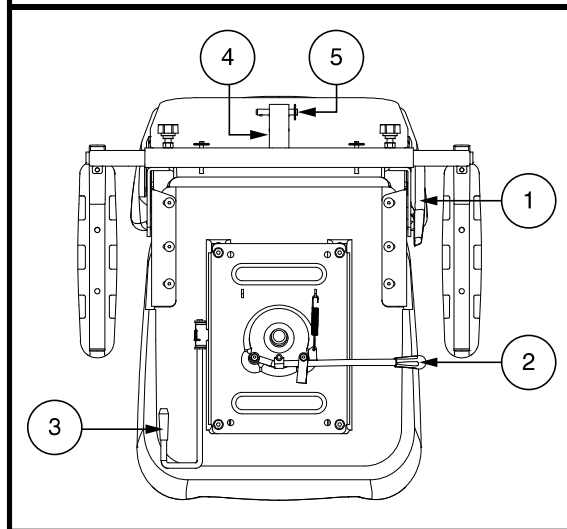

Figura 22. Regolazioni del sedile - Stile B
Per regolare il sedile reclinabile dello scooter, osservare questi passaggi. **Vedere figura 22.**
1. Tirare verso l'esterno la leva scorrimento sedile. **Vedere figura 22.**
L'inclinazione del bracciolo dello scooter è regolabile verso il basso o verso l'alto ruotando l'registrazione. **Vedere figura 22.**
La staffa accessoria montata posteriormente consente di collegare un accessorio personale come un cestino, un porta-deambulatore o una bombola di ossigeno alla parte posteriore dello scooter. Utilizzare il perno di fermo per fissare saldamente l'oggetto alla staffa accessoria. **Vedere figura 22.** Per dettagli rivolgersi al fornitore autorizzato.